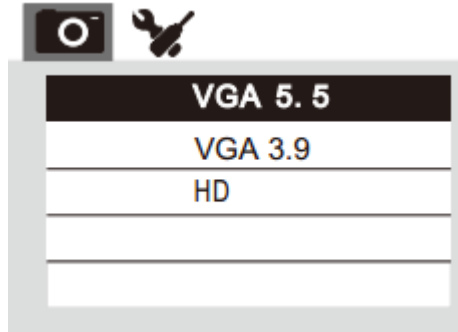

Imagen 7
5. Mantenga presionada la tecla de encendido / apagado durante dos segundos para encender el dispositivo y seleccione la cámara adecuada que corresponde al módulo de cámara conectado. (Imagen 7) Después verifique la calidad de imagen.